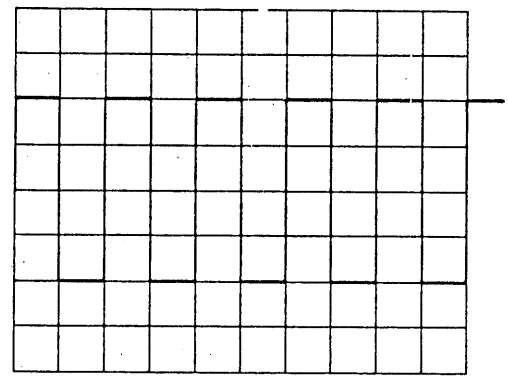

図 4-4
- 5) AC-GND-DC スイッチを AC に切換えると、図 4-4 のように波形が観測できます。